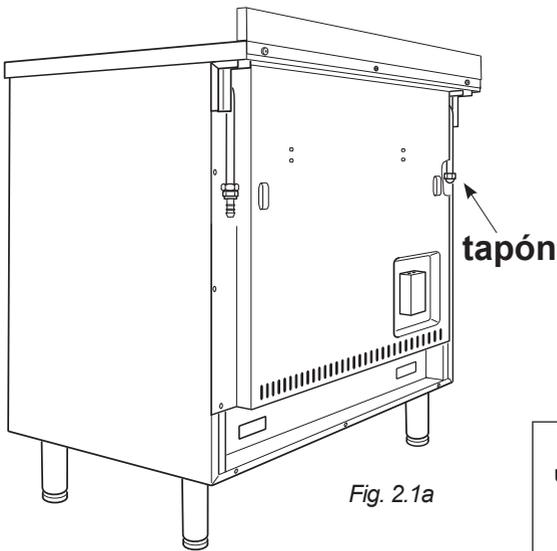

Fig. 2.1a
- El suministro de gas va conectado al extremo derecho o izquierdo del tubo de entrada de gas situado en la parte trasera del aparato (fig. 2.1a); el tubo no debe atravesar la cocina.